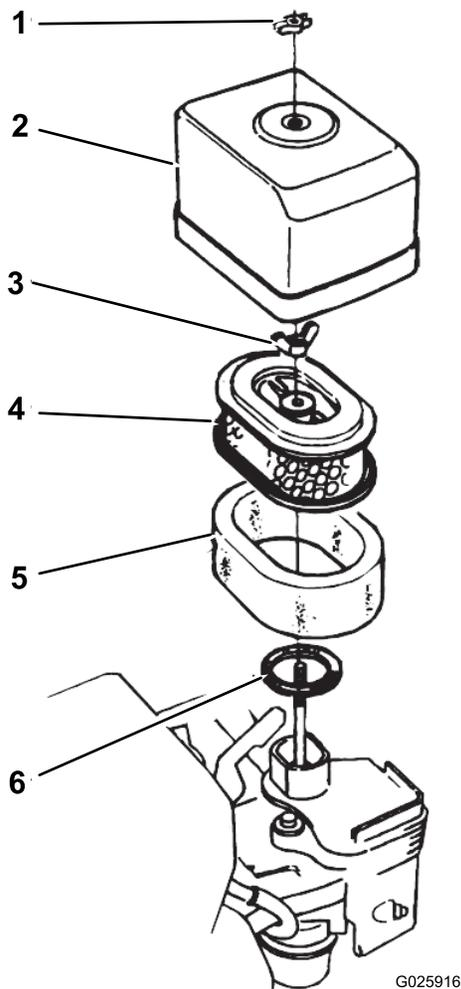

Figura 27
- Retire a porca de orelhas que fixa a cobertura do filtro de ar e retire a cobertura (Figura 27).
- Retire a porca do filtro de ar e retire a cobertura (Figura 27).
- Retire o filtro de esponja do filtro de papel (Figura 27).